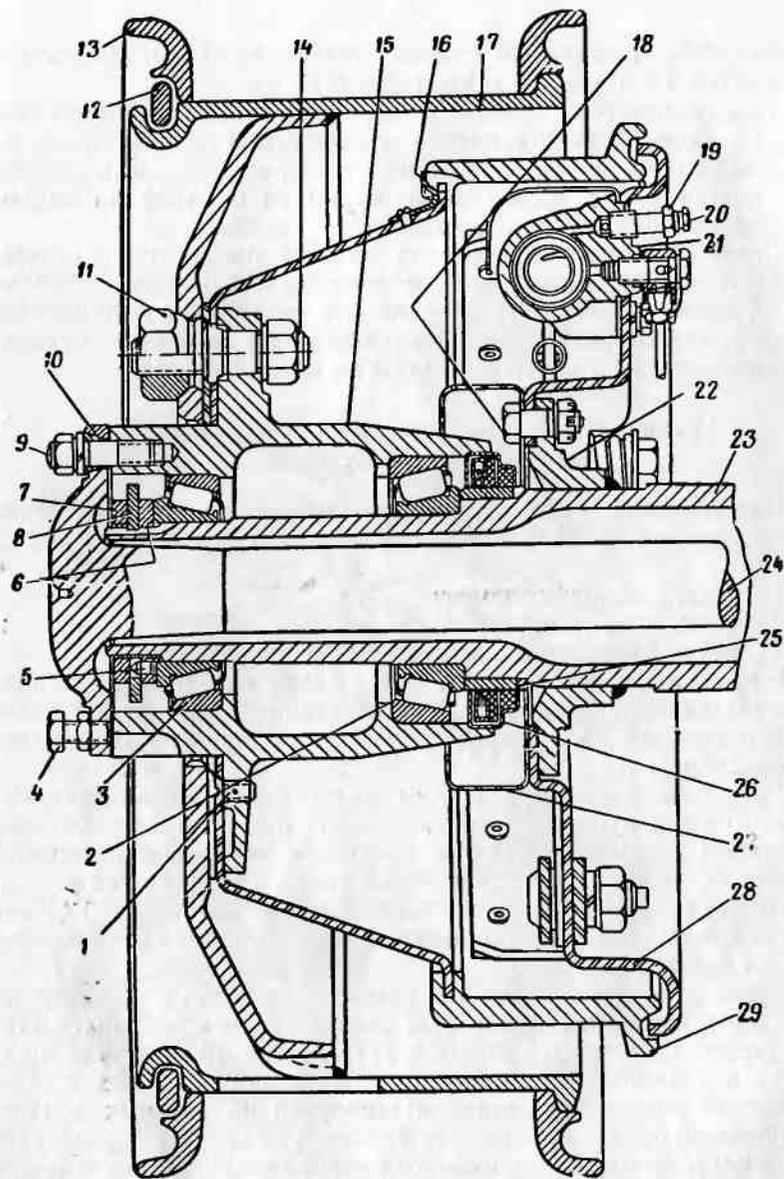

Рис. 145. Установка ступицы заднего колеса:
Ступица колеса (рис. 145) установлена на кожухе на двух конических роликоподшипниках 2 и 3, закрепленных при помощи гайки 6, контргайки 7 и стопорной шайбы 8, помещенной между гайками. Под фланец полуоси подложена уплотнительная прокладка. С внутренней стороны ступицы установлен сальник 26, устраняющий утечку смазки из подшипников и предохраняющий их от загрязнения. Сальник работает по закаленной поверхности втулки, напрессованной на обработанную шейку кожуха полуоси.
2) Отвернуть гайки (рис. 145) крепления фланца полуоси к ступице колеса, снять шайбы и конусные втулки 10.